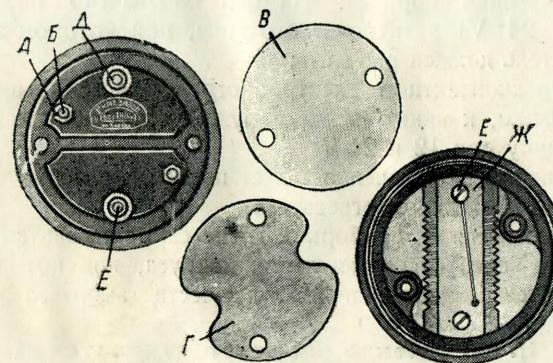

Рис. 4. Двухконтактный электрообогреватель
Бортовые авиачасы представляют собой механизм типа карманных часов 15-камневых, смонтированных в бакелитовом корпусе. На внутренней стороне крышки корпуса смонтирован электрообогреватель (рис. 4, 5), позволяющий часам бесперебойно работать при низких температурах до  $-60^{\circ}\text{C}$ .
а) Двухконтактные электрообогреватели (старой конструкции, рис. 4) являются съемными и рассчитаны для включения в сеть самолета напряжением тока или 12 или 24 V. На крышке двухконтактного электрообогревателя обозначено напряжение (12 или 24 V) электрического тока, при котором электрообогреватель должен работать.
Электрообогреватель состоит из феэралевой проволоки, намотанной на слюдяную гребенку, изолированную слюдяными пластинками ( $\Gamma$ , рис. 4 и 5); все это соединено контактными винтами и гайками ( $E$ ,  $\Delta$ , рис. 4 и 5), с покрышкой обогревателя и крышкой корпуса двумя крепежными винтами и гайками ( $A$ ,  $B$ , рис. 4 и 5).
а) Включение двухконтактного обогревателя. Для включения электрообогревателя в работу следует ввести кабельные наконечники между шайбами контактных винтов и закрепить их гайкой и контргайкой ( $\Delta$ , рис. 4) от руки, не прибегая к помощи инструментов.
- б) отвернуть и снять две гайки крепежных винтов подогревателя *A* (рис. 4 и 5) и отвернуть 2 винта *B* (рис. 4 и 5);
- в) снять покрышку обогревателя *B* (рис. 4 и 5);
- г) снять изолировочную пластинку *Г* (рис. 4 и 5);
- д) отвернуть и снять контргайки, крепежные гайки и снять шайбы контактных винтов *Д* (рис. 4 и 5);
- е) отвернуть контактные винты *E* (рис. 4 и 5);
- ж) вытолкнуть штифты и снять пластинку подогревателя *Ж* (рис. 4 и 5).